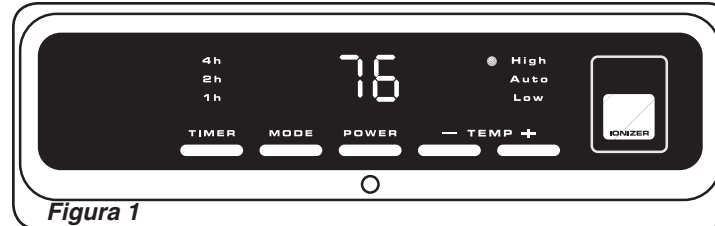

Figura 1
- La unidad estará en calor ALTO (1500 vatios) y mostrará la temperatura actual de la habitación (Figura 1)